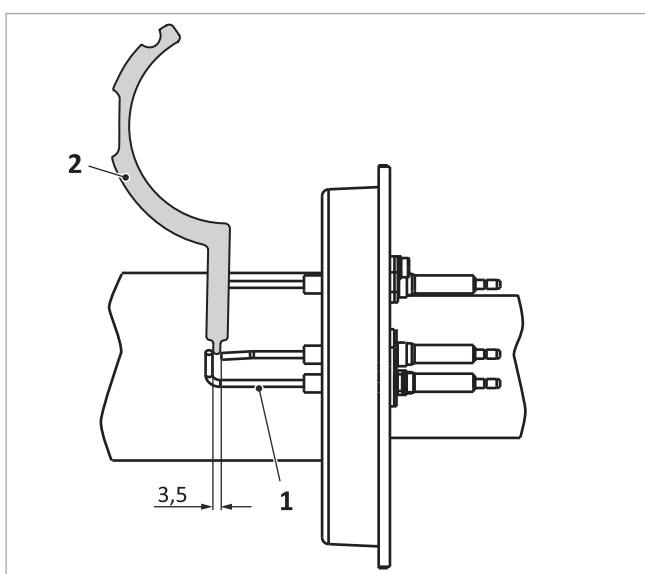

Fig. 33 : écart entre l'électrode et la masse sur l'électrode d'allumage
1. Contrôler les écarts entre les électrodes d'ionisation au moyen d'un outil de réglage des électrodes ➔ Fig. 33 (2) (corrigez-les en pliant prudemment les électrodes le cas échéant).
- Entre les électrodes ➔ Fig. 33 (1) : 3,5 mm